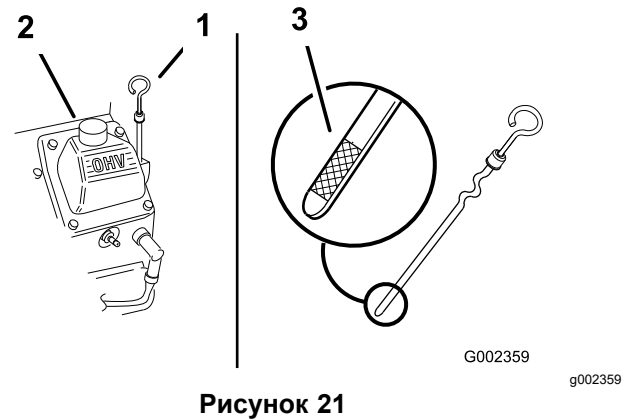

Рисунок 21
3. Очистите поверхность вокруг масломерного щупа (Рисунок 21), чтобы загрязнения не попали в заливное отверстие и не повредили двигатель.
4. Выверните масломерный щуп и начисто протрите его конец (Рисунок 21).
5. Вставьте масломерный щуп в заливную горловину до упора, но не заворачивайте в нее (Рисунок 21).